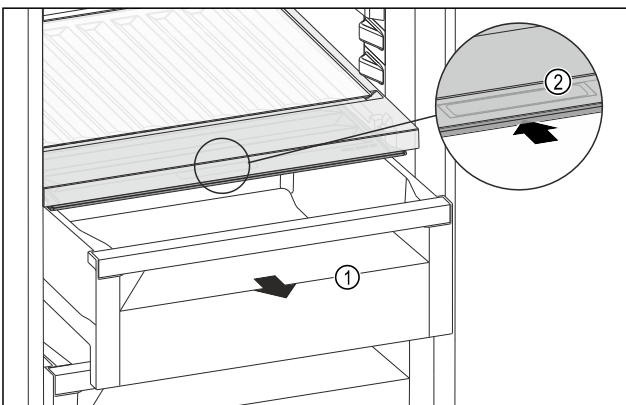

Fig. 150
- ▶ 拉出抽屉 Fig. 150 (1)。
- ▶ 抓住抽屉盖上的内嵌式拉手 Fig. 150 (2)，并同时向后推入抽屉盖。